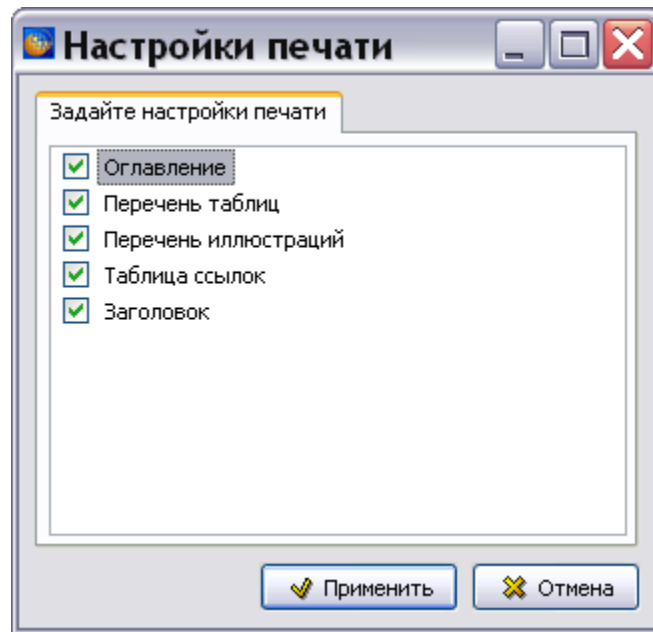

Рис. 21.211
2. В окне **Настройки печати** снимите/установите галочку у параметра печати (Рис. 21.211).